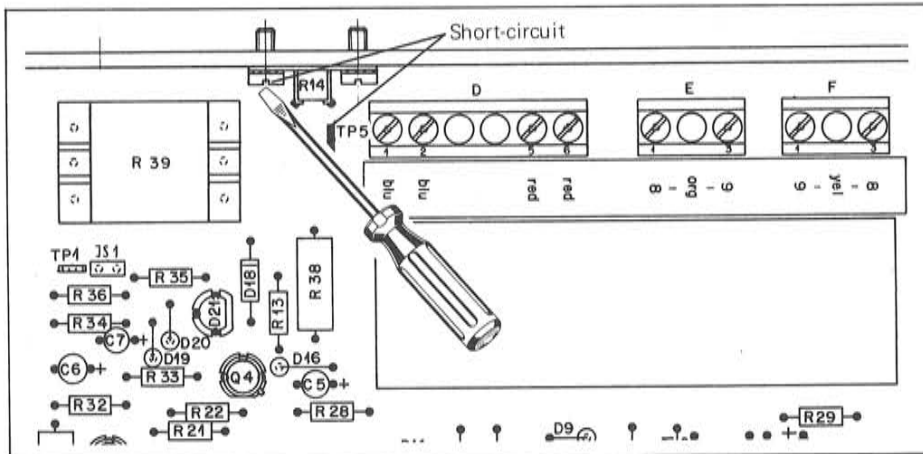

Fig. 2.1.1
- Auf Netzteil 1.068.734 mit Schraubenzieher zwischen TP5 und +12 V sofort kurzschliessen (siehe Fig. 2.1.1). Es ist dabei ein merklicher Stoss im Schraubenzieher zu verzeichnen.
- Create an electrical connection (using a screwdriver) between TP5 and +12 V in the power supply 1.068.734 as indicated in figure 2.1.1. After having made this connection, a distinct vibration (mechanical shock) will be felt through the screwdriver.
- A l'aide d'un tournevis, établir un contact entre TP5 et +12 V (voir fig. 2.1.1); au moment du court-circuit, il se produira une secousse sur le tournevis.